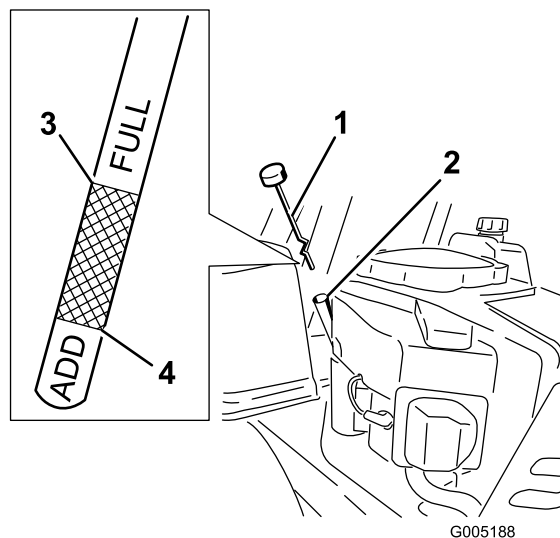

Figura 28
5. Retire la varilla y compruebe el nivel de aceite. Figura 28.
8. Retire el tapón de llenado/varilla (Figura 28).
14. Vierta lentamente un 80% aproximadamente de la cantidad especificada de aceite por el tubo de llenado (Figura 28).
15. Instale el tapón de llenado/varilla (Figura 28).
16. Compruebe el nivel de aceite (Figura 28); consulte Verificación del nivel de aceite.
18. Instale el tapón de llenado de aceite y apriételo firmemente. Figura 28